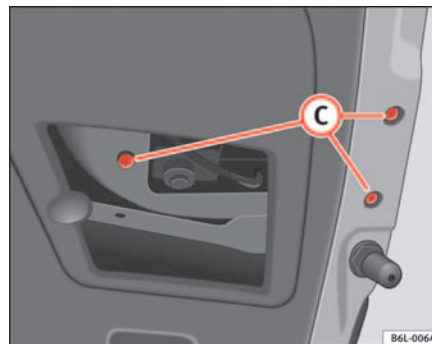

Abb. 154 Rücklicht an der Heckklappe
- Die Schrauben **(C)** ⇒ Seite 226, Abb. 154 herausdrehen und den Stecker abziehen.